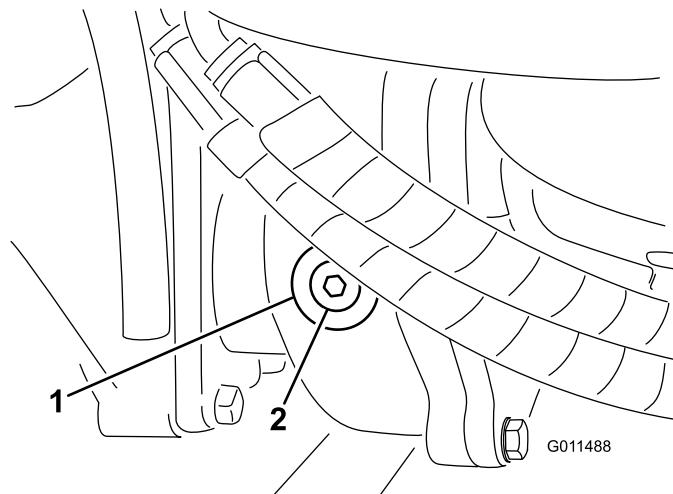

Figura 98
2. Togliete il tappo di controllo/riempimento dal lato sinistro del riduttore (Figura 98) e verificate che il lubrificante raggiunga la base del foro. Se il livello è basso, rabboccate con lubrificante fino a portarlo alla base del foro.